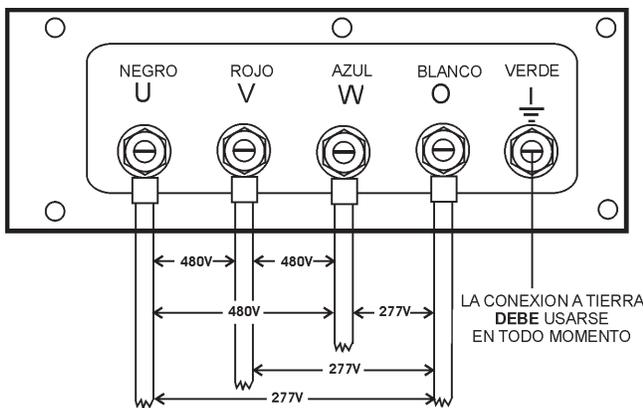

Figura 28. Contactos de las UVW conexiones 480/277V fase tres
2. Conecte los alambres de carga a los **contactos de las terminales de salida** como se muestra en la Figura 28